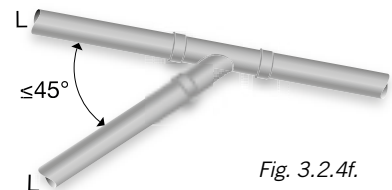

Fig. 3.2.4f.
- f. Liggande ledning (L) ska anslutas till liggande ledning med grenrör med vinkel $\alpha \leq 45^\circ$. Se fig. 3.2.4f.